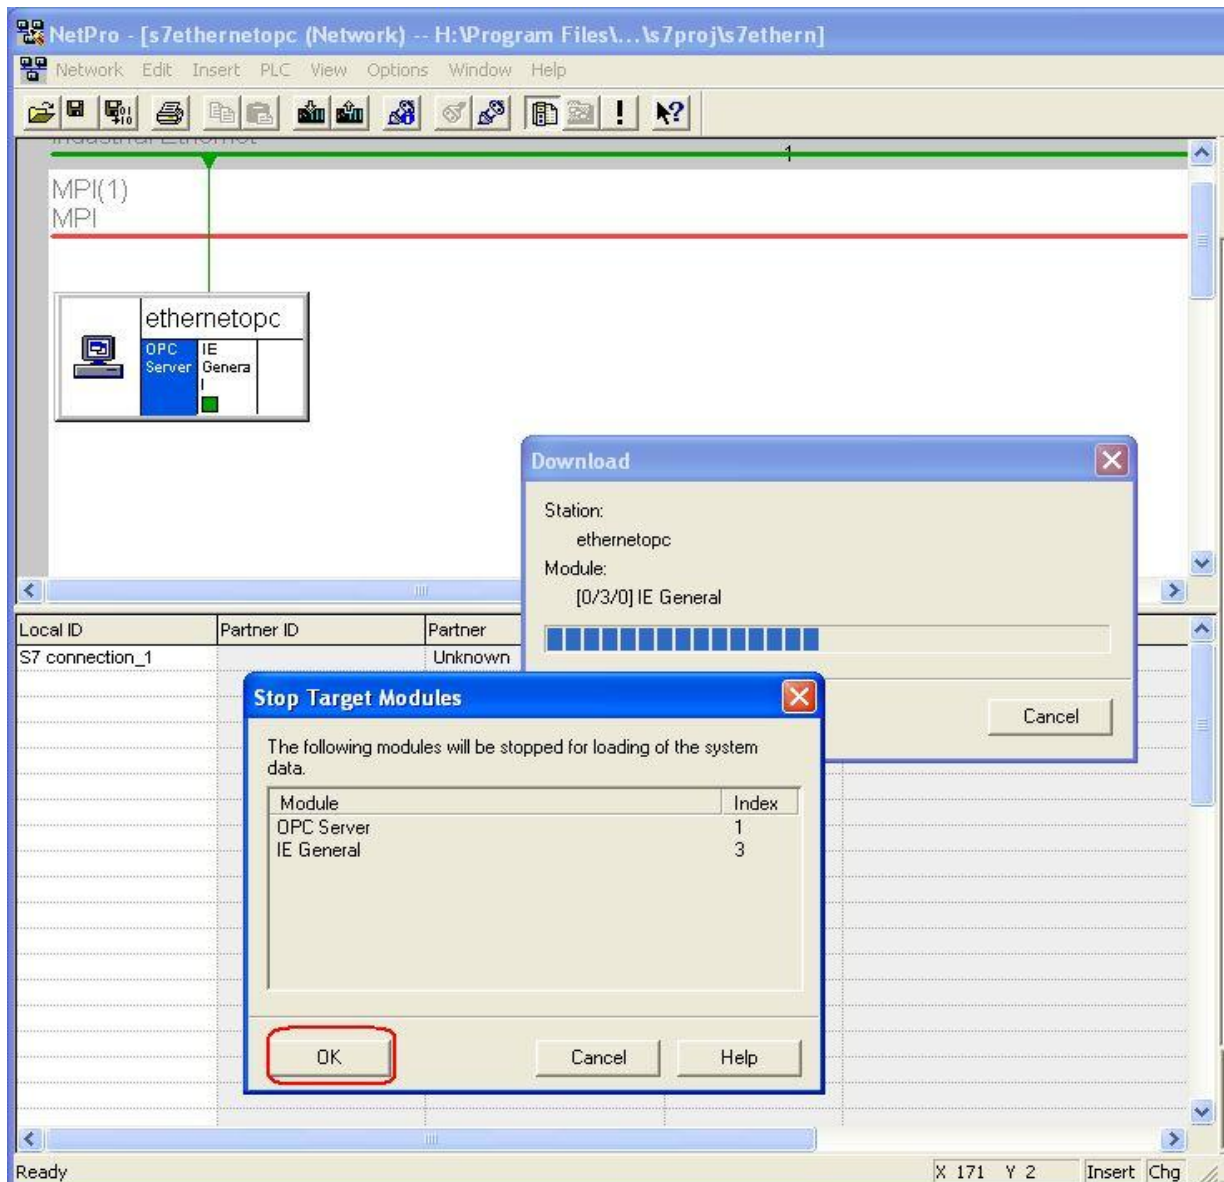

图 21：组态下载
- 1) 打开 OPC Scout, ( Start>SIMATIC>SIMATICNet>OPC Scout ), 如图 21 双击“ OPC SimaticNet ” 在随之弹出的“ ADD Group ” 对话框中输入组名，本例命名为“ OPC\_ETHERNET ”。点击 OK 确认。